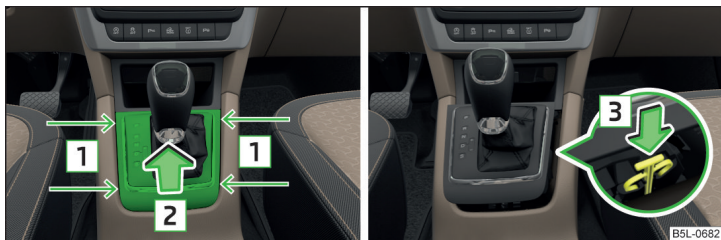

Fig. 188 Scoaterea capacului / deblocarea selectorului de viteze
- Introduceți o șurubelniță dreaptă sau o sculă similară în fantă, în zona săgeților **1** » fig. 188 și desprindeți capacul în sensul săgeții **2**.